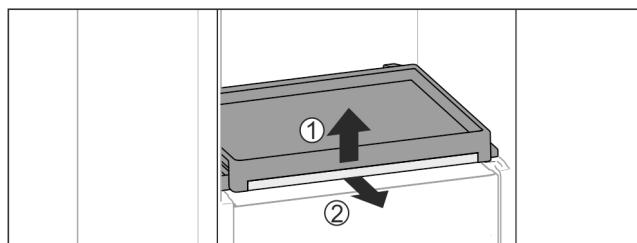

Fig. 132
- ▶ Vyberte vyťahovaciu poličku so sklenou doskou: Vpredu zľahka nadvihnite sklenú dosku Fig. 132 (1) a vytiahnite ju smerom dopredu Fig. 132 (2).